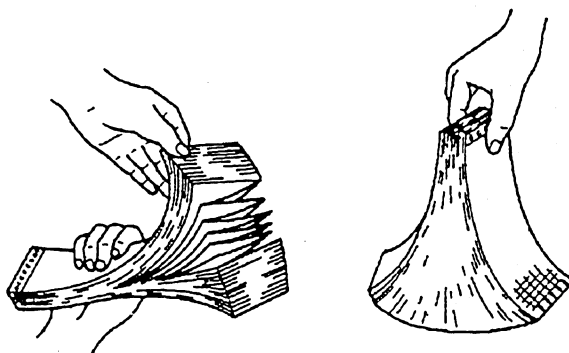

図6.1.1
- (1) 記録紙は二重繰り出しを防ぐため、両端を良くさばいておきます (図6.1.1)。